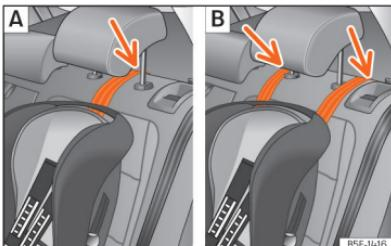

Fig. 41 Bancos traseiros: ajuste e montagem em função do cinto Top Tether.
- Coloque a correia por baixo do encosto de cabeça [em função das instruções da própria cadeira, levante ou retire o encosto de cabeça se for necessário] »» Fig. 41.